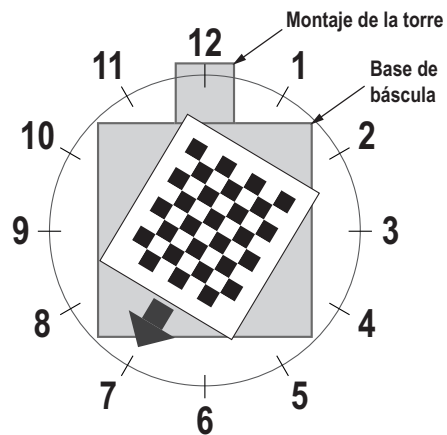

Figura 5-10. Gire a las 7 en punto
11. Alinee el objeto de calibración para que las cruces estén centradas. Gire el objeto de calibración a las 7 en punto con el conjunto de la torre a las 12 en punto (Figura 5-10).